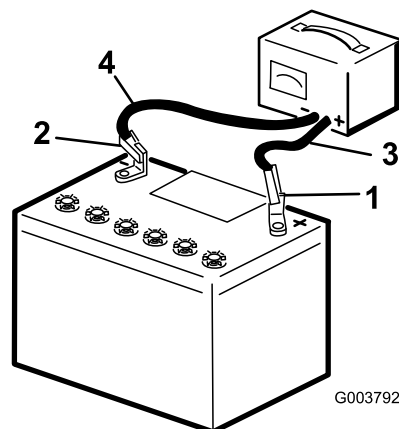

図 82
3. バッテリーのプラス端子にプラスケーブルを接続する 図 82。
4. バッテリーのマイナス端子にマイナスケーブルを接続する 図 82。
6. 充電が終わったら、充電器のプラグをコンセントから抜いてから、充電用のリード線をバッテリー端子から外す 図 82。